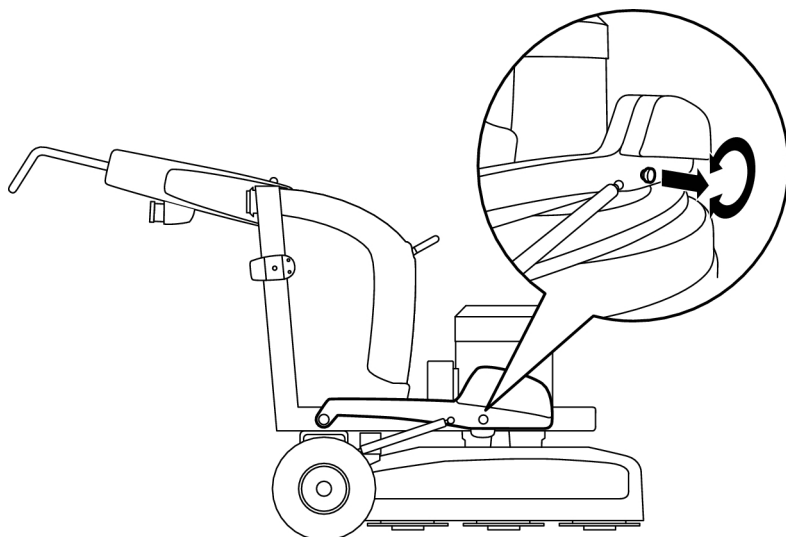

Figura 4-6. Pesos dobrados para a frente
- Puxar cada cavilha para fora e bloquear nessa posição rodando-a no sentido da seta, ver Figura 4-6, página 21.
Dobrar os pesos para a frente para aumentar a pressão de desbaste e melhorar a retificação, ver Figura 4-6, página 21.